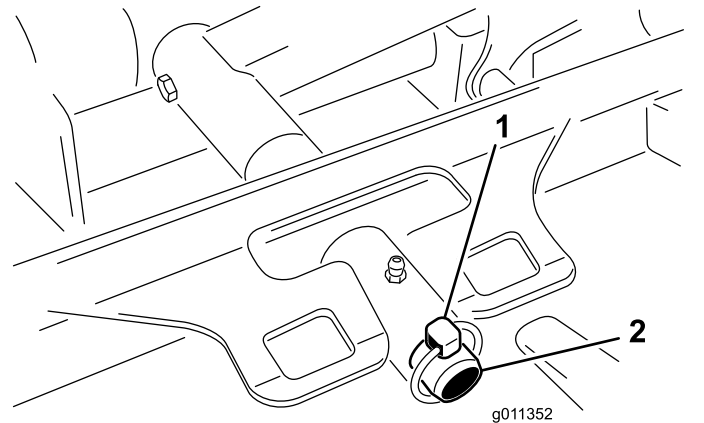

Bild 93
3. Entfernen Sie den Klappstecker (für Groundsmaster 4500-Maschinen) oder die Befestigungsmutter (für Groundsmaster 4700-Maschinen), mit dem bzw. der der Mähwerkträgerahmen am Lagerbolzen des Hubarms befestigt ist (Bild 93).